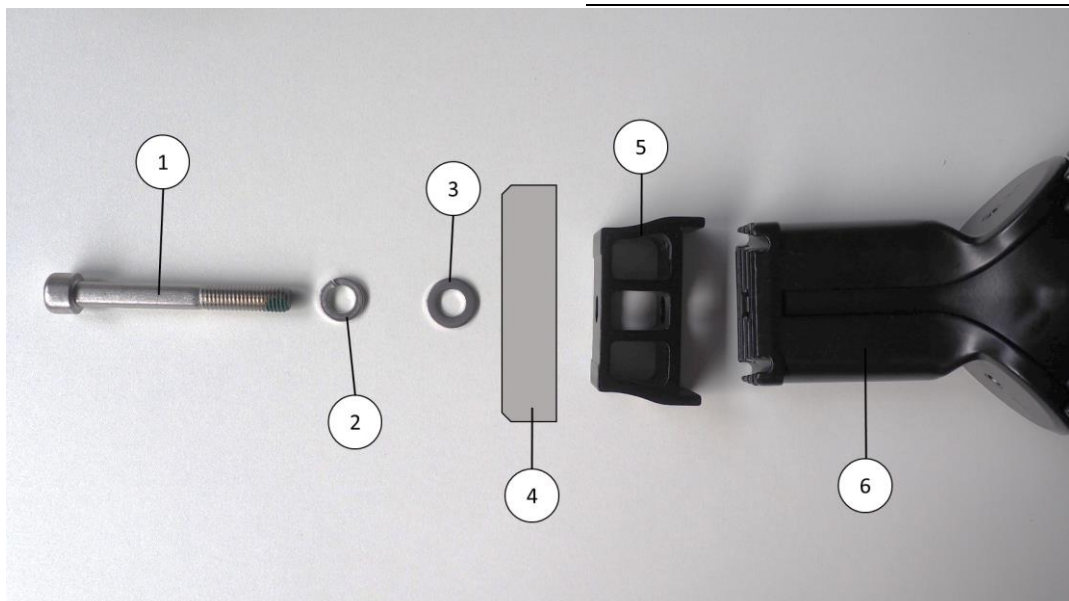

Abb. 1 / fig. 1
M10 Schraube ① mit Federring ② und Unterlegscheibe ③ von oben durch den Rahmen ④ stecken, von unten den Ständer ⑥ mit dem Adapter ⑤ anbringen (Abb.1).
Stick M10 bolt ① with spring washer ② and washer ③ through the frame ④ - kickstand ⑤ onto the bolt from the other side (fig. 1).